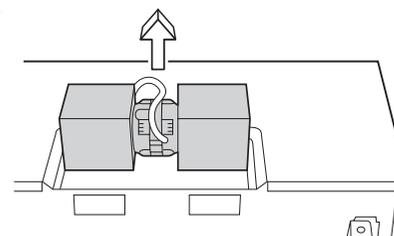

Figure 8
- Soulevez le ventilateur de la hotte avec précaution et faites glisser les fils hors de la cavité. Voir la figure 8.